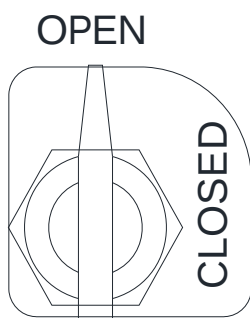

Figura 6
7.1.1 Radial que conecta o desconecta el transformador sin romper la continuidad del anillo. Por el tipo de operación este seccionador es de los de posiciones de abierto y cerrado. (Ver figura 6).